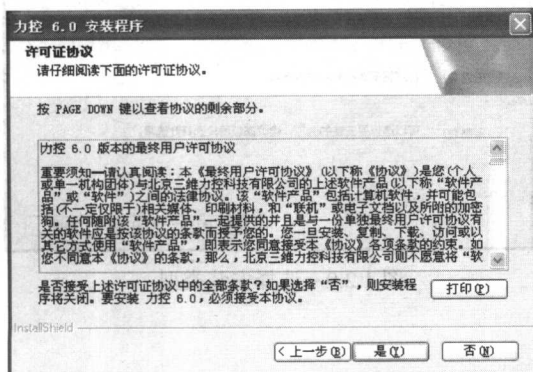

图 1.2.4 安装向导的许可证协议对话框
① 在安装向导界面中,点击“安装力控 6.0”按钮,将安装力控通用版组态软件,这时在弹出的对话框中点击“下一步”按钮,进入到“许可证协议”对话框界面,如图 1.2.4 所示。